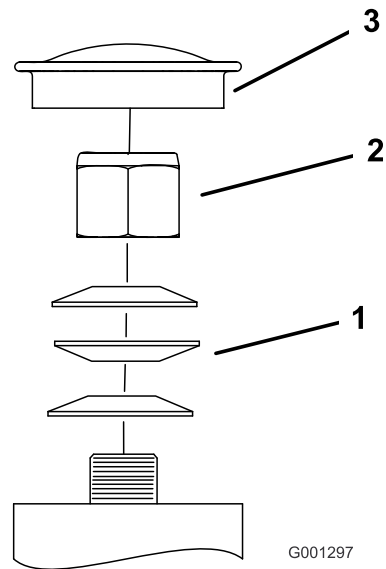

Figura 70
3. Retire el tapón guardapolvo de la rueda giratoria y apriete la contratuerca (Figura 70).
4. Apriete la contratuerca hasta que las arandelas de muelle estén planas, luego afloje $\frac{1}{4}$ de vuelta para establecer la pre-carga correcta de los cojinetes (Figura 70).
Importante: Asegúrese de que las arandelas de muelle están correctamente instaladas, según se muestra en Figura 70.
5. Coloque el tapón anti-polvo (Figura 70).